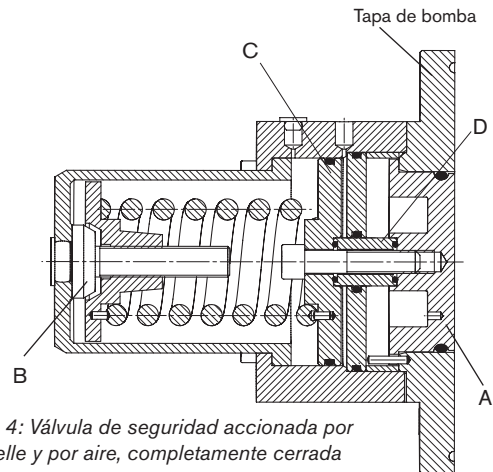

Fig. 4: Válvula de seguridad accionada por muelle y por aire, completamente cerrada
Las figs. 4 y 5 muestran el diseño de la accionada por aire válvula de seguridad accionada por muelle y por aire. El cabezal de la válvula (A) está sometida a la presión del líquido en el cuerpo de rotores, en un lado, y por la fuerza del muelle, en el otro. El muelle no actúa directamente sobre la cabeza de la válvula (A) sino a través del pistón (C) y el manguito separador (D).
La fig. 4 muestra la válvula de seguridad completamente cerrada. El cabezal de la válvula (A) está alineada con la superficie delantera de la tapa de la bomba y el cilindro de la válvula CIP/SIP está completamente liberado.